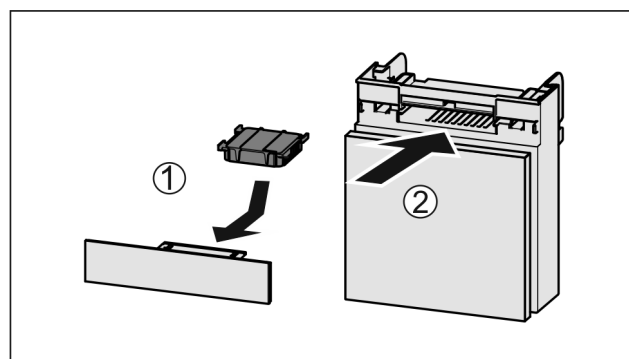

Fig. 129
- Aseta aktiivihilisuodatin kuvan mukaisesti paikoilleen Fig. 129 (1).
- ▷ Aktiivihilisuodatin lukittuu kiinni. Kun aktiivihilisuodatin osoittaa alaspäin: ► Työnnä lokero kiinni Fig. 129 (2).